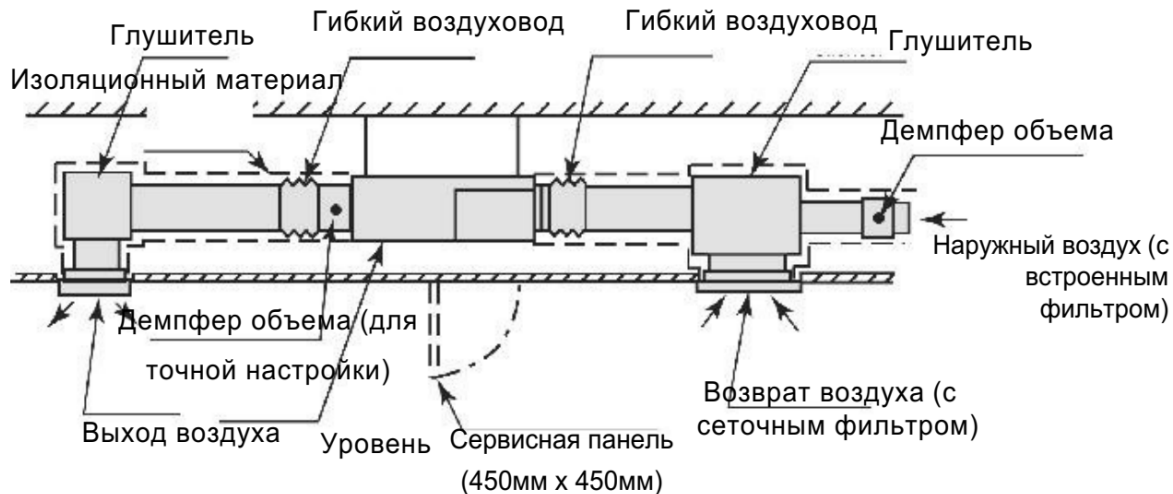

Рисунок 4.8. Подключение воздухопроводов.
1) Для эффективной минимизации шума и вибрации, воздухопроводы подключаются к внутреннему блоку при использовании гибких вставок (рис. 4.8). Внутренний блок имеет фланец с отверстиями для подключения воздухопроводов.
(2) Установите резиновые амортизаторы на болты для подвешивания (шпильки) для минимизации вибрации.
(3) Материал трубопроводов не должен быть легко воспламеняемым.
(4) Для защиты воздухопроводов от образования влаги, установите на них термоизоляцию.